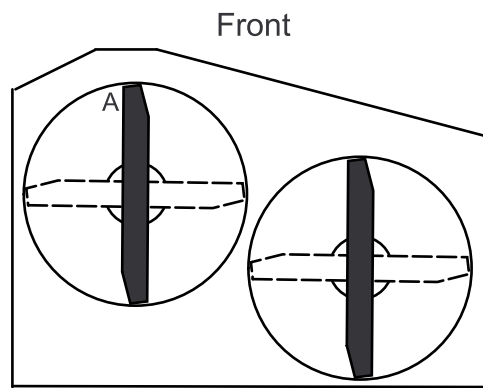

Figura 63
3. Con la macchina su una superficie piana, posizionate una lama longitudinalmente. Misurate al punto **A** e da una superficie piana fino al tagliente della punta della lama (Figura 63).